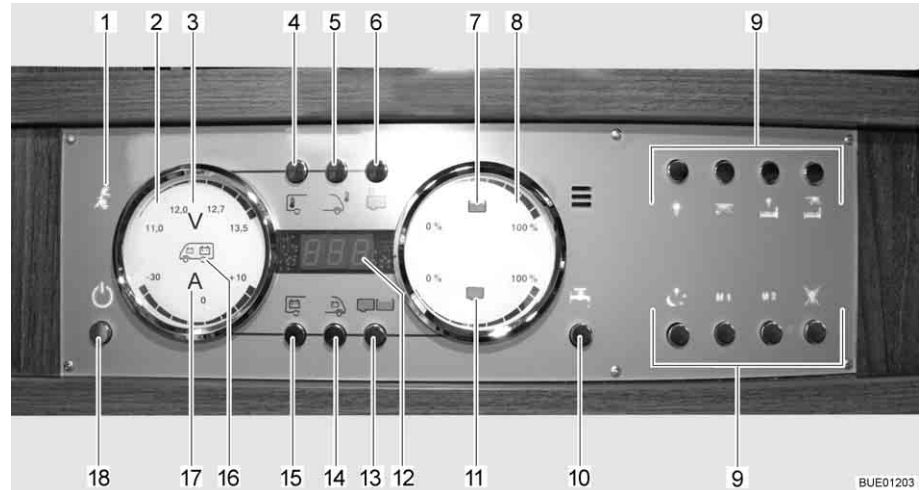

Fig. 118 Pannello di controllo LT 510
La spia di controllo a 230 V (Fig. 118,1) si accende quando all'ingresso della centralina elettrica è presente una tensione di rete.
L'interruttore principale a 12 V (Fig. 118,18) inserisce o disinserisce il pannello di controllo e l'alimentazione a 12 V dell'abitacolo.
- Premere brevemente il tasto dell'alimentazione a 12 V (Fig. 118,18). L'alimentazione a 12 V dell'abitacolo è inserita. L'indicatore di controllo "12 V" si accende.
- ▷ Se dopo l'accensione il LED "11,0" dell'indicazione dei Volt nonché il simbolo dei Volt "V" (Fig. 118,3) nell'indicatore delle batterie (Fig. 118,2) lampeggiano, significa che la tensione della batteria dell'abitacolo è insufficiente. Caricare la batteria.
- ▷ Se dopo l'accensione l'indicatore di controllo "12 V" e il simbolo dei Volt "V" (Fig. 118,3) lampeggiano tre volte, significa che la separazione della batteria è attivata. Disattivare la separazione della batteria.
- Premere brevemente il tasto dell'alimentazione a 12 V (Fig. 118,18). L'alimentazione a 12 V dell'abitacolo è disinserita. L'indicatore di controllo "Alimentazione a 12 V" si spegne.
- Premere il tasto della batteria dell'abitacolo (Fig. 118,15) e tenerlo premuto per ca. 10 secondi. Il simbolo dei Volt "V" (Fig. 118,3) e l'indicatore di controllo "12 V" lampeggiano tre volte. La batteria dell'abitacolo è separata dalla rete di bordo da 12 V.
- Premere il tasto "Alimentazione a 12 V" (Fig. 118,18) e tenerlo premuto per ca. 5 secondi. Il simbolo dei Volt "V" (Fig. 118,3) e l'indicatore di controllo "12 V" lampeggiano tre volte. La batteria dell'abitacolo è collegata alla rete di bordo a 12 V. L'indicatore di controllo si accende dopo ca. 5 secondi.
- Premere il tasto della batteria dell'abitacolo (Fig. 118,15). Il simbolo dei Volt "V" (Fig. 118,3) si accende. Il simbolo degli Ampere "A" (Fig. 118,17) si accende con luce bianca o rossa a seconda del livello di carica o scarica delle batterie. La tensione della batteria e la corrente della batteria dell'abitacolo sono indicate dai LED sul pannello di controllo.
- Premere il tasto della batteria di avviamento (Fig. 118,14). Il simbolo dei Volt "V" (Fig. 118,3) si accende. La tensione della batteria della batteria di avviamento viene indicata attraverso i LED nell'indicatore.
- Premere il tasto dei serbatoi (Fig. 118,13). I simboli del serbatoio dell'acqua (Fig. 118,7) e del serbatoio delle acque grigie (Fig. 118,11) si accendono. I livelli di riempimento del serbatoio dell'acqua (scala superiore) e del serbatoio delle acque grigie (scala inferiore) sono indicati dai LED nell'indicatore.
Il simbolo del serbatoio dell'acqua (Fig. 118,7) o il simbolo del serbatoio delle acque grigie (Fig. 118,11) lampeggia se il serbatoio dell'acqua è vuoto o il serbatoio delle acque grigie è pieno.